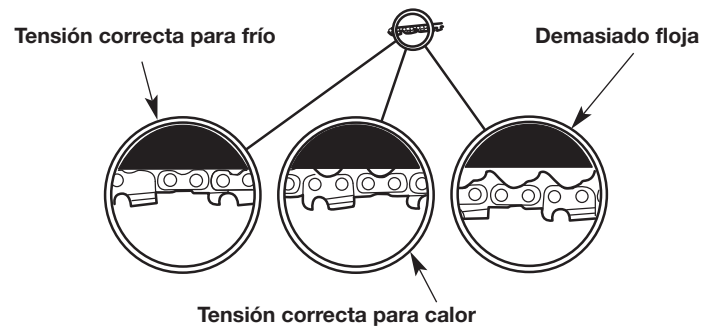

Fig. 25
La tensión de cadena deseada depende de la temperatura de la cadena de la sierra (Fig. 25).
- Tensado de cadena fría - La cadena de la sierra deberá encajar justo contra la parte inferior de la barra guía. No debe haber ninguna flojedad (Fig. 25).
- Tensado de cadena caliente - La sierra se expandirá a medida que se calienta durante la operación. Los eslabones de impulsión deben colgar aproximadamente 1/16 pulgadas (1,3 mm) fuera del surco de la barra guía (Fig. 25).